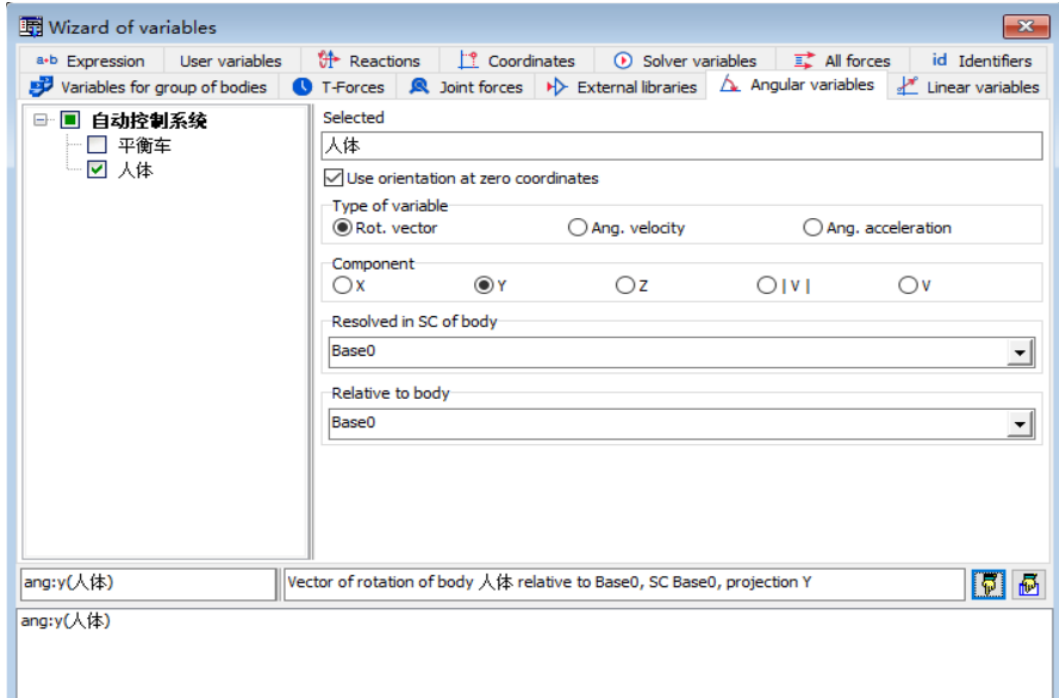

图 2-147
- 5) 选择主菜单 **Tools** → **Wizard of variables...** 打开变量向导（或点击工具栏按钮 ），定义人体绕 **Y** 轴转动的角度变量，并拖入控制系统的 **Inputs** 下方的 **In1**，作为输入信号，如图 2-147。